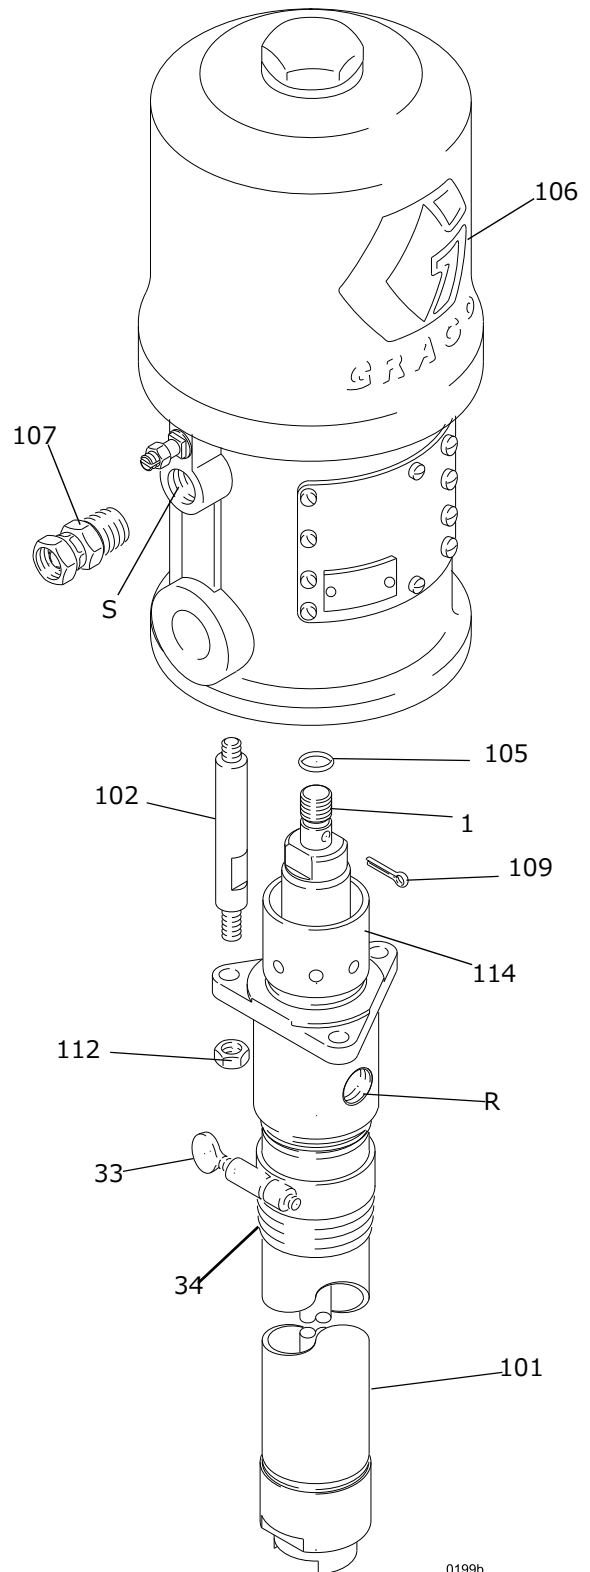

図 4 ポンプの接続を外す
5. タイロッドロックナット (112) をタイロッド (102) から取り外します。
6. コッターピン (109) を取り外します。
7. 置換ロッド (1) をエアモーター (106) から取り外します。
8. エアモーター (106) から置換ポンプ (101) を慎重に外します。
9. O リング (105) を点検します。図 4 を参照ください。
1. O リング (105) を潤滑し、置換ロッド (1) の所定の位置にあることを確認します。
2. **置換ポンプの接続を外す**に記載されているように、ポンプ液体アウトレット (R) をエアモーターエアインレット (S) に合わせます。置換ポンプ (101) をタイロッド (102) 上に置きます。図 4 を参照ください。
3. ロックナット (112) をタイロッド (102) に緩くねじ込みます。
4. ロッドとシャフトのピン穴が揃うまで、エアモーター (106) のシャフトに置換ロッド (1) をねじ込みます。コッターピン (109) を取り付けます。
5. ポンプ液体アウトレット (R) と液体ホースのねじ山にねじ山シーラントを塗布します。
7. パッキンナット / ウェットカップ (2) をしっかりと締めます。ウェットカップに TSL または互換性のある溶剤を充填します。
8. タイロッドロックナット (112) を締めます。 :
10. パッキンナット / ウェットカップ (2) で液漏れがないか点検します。パッキンナット / ウェットカップを締め付ける前に、の圧力開放手順を実行してください。**圧力開放手順**、9 ページ。